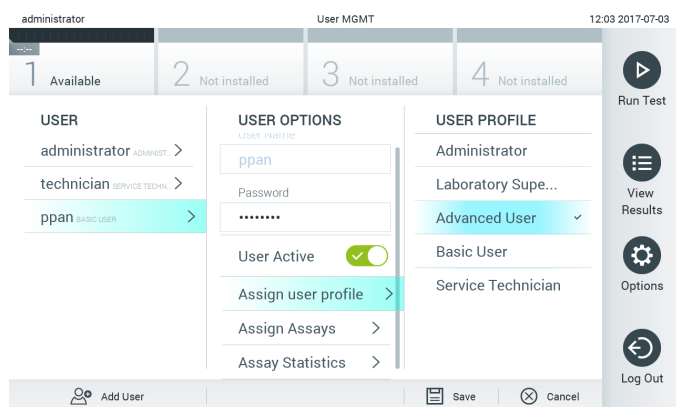

Figura 53. Alocarea profilurilor de utilizator utilizatorilor.
- **Assign User Profile** (Alocare profil de utilizator): Permite alocarea unui alt profil de utilizator utilizatorului respectiv (de exemplu, Administrator, Laboratory Supervisor (Supraveghetor de laborator), Advanced User (Utilizator avansat), Basic User (Utilizator de bază)). Selectați profilul de utilizator corespunzător din lista din dreapta zonei de conținut (Figura 53).